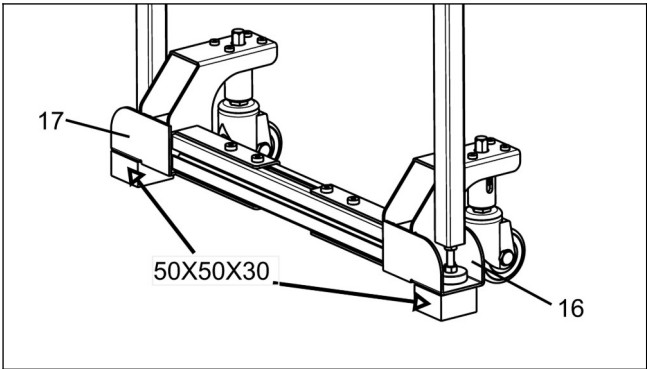

图 21
- 将延伸台板支腿放入左托架“16”及右托架“17”内并在下方各垫一块 50X50X30mm 的木块。（见图 21）